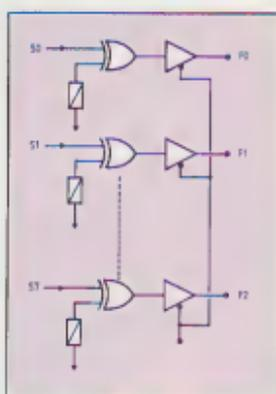

Figure 16. Étage de Sortie.
- un étage de sortie OUI/NON programmable (fig. 16) générant les 8 sommes ou leurs compléments.